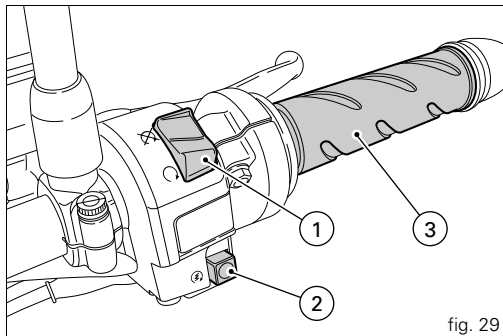

fig. 29
- 2) S'assurer que le commutateur d'arrêt (1, fig. 29) se trouve sur la position  (RUN), puis appuyer sur le bouton de démarrage (2, fig. 29).